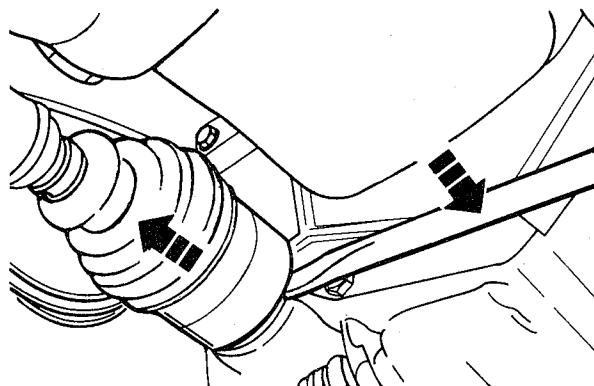

fig. 20
6. Com o auxílio de uma alavanca, desligar a junta homocinética da caixa de mudanças (fig. 20). Afastar o máximo possível a roda para fora e, bater com um martelo no extremo da alavanca